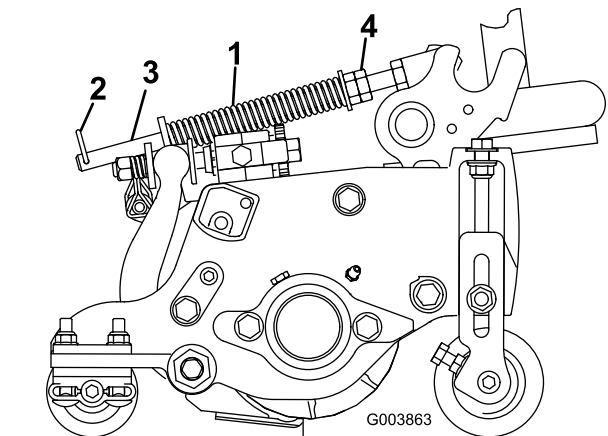

Рисунок 14
1. Убедитесь в том, что шплинт вставлен в заднее отверстие штока пружины (**Рисунок 14**).
2. Затяните шестигранные гайки на переднем конце штока пружины так, чтобы длина сжатой пружины была равна 12,7 см (**Рисунок 14**).